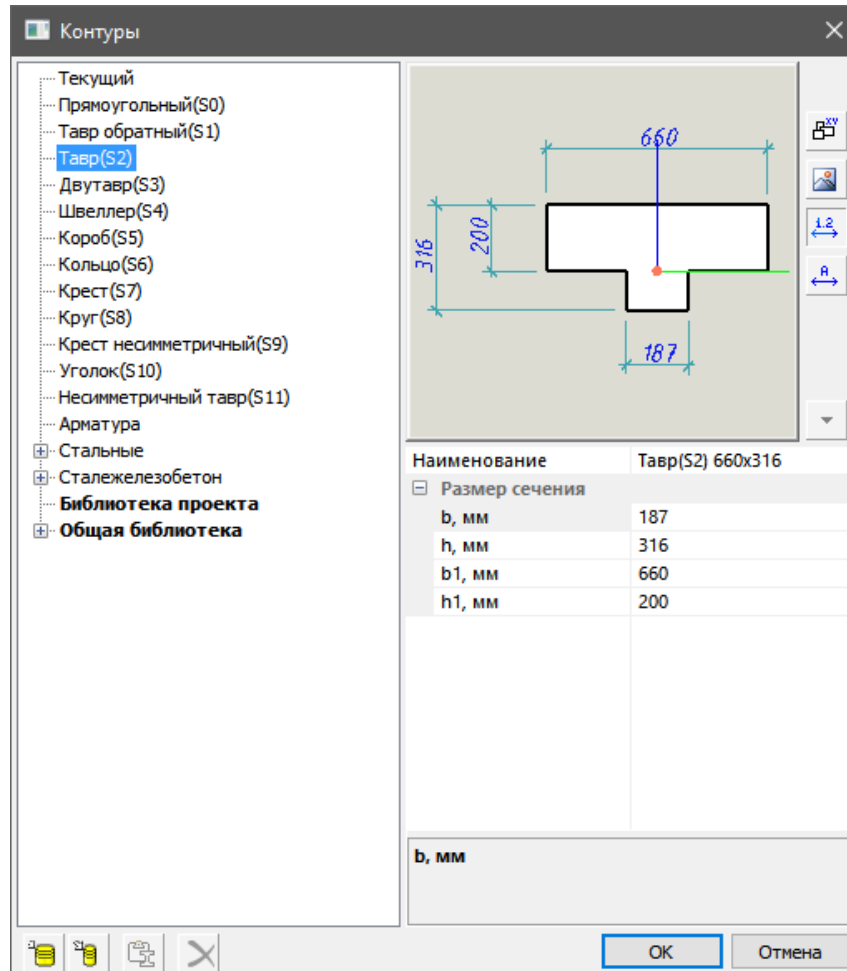

Рис.26.3. Диалоговое окно Параметры сечения
- ❑ Вызовите диалоговое окно **Параметры сечения** (рис.26.3) щелчком по кнопке в строке свойств инструмента **Контур сечения**.